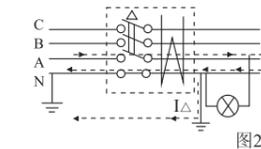

图2 负载侧零线重复接地引起误动或拒动
漏电断路器的负载侧的零线接地（见图2），会使正常工作电流经接地点分流入地，造成漏电断路器误动作。解决方法是：将零线的重复接地接在漏电断路器电源侧的零线上。
7.1.2 拒动的主要原因是接线不当所致，把三极漏电断路器用于单相电路中，将设备的接地线作为一相接入漏电断路器中，或没有接电源端的电源。另外，如果负载侧的零线接地（见图2），在某些条件下，如发生漏电故障，使漏电电流一部分经零线接地点分流，综合结果使电流差值变小，如果此值小于漏电断路器的额定漏电动作值，则会导致拒动，解决方法是纠正接线错误。